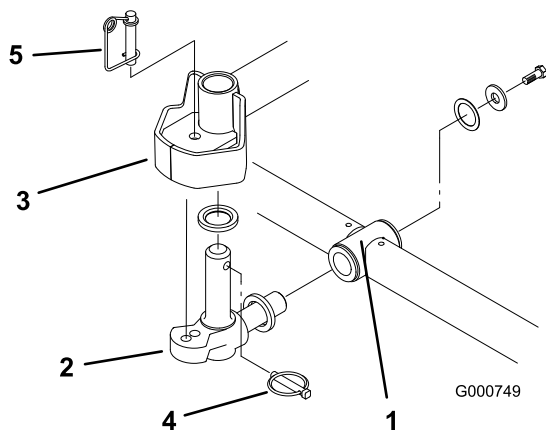

Figure 5
6. Montez une rondelle de butée sur l'axe horizontal du pivot comme illustré à la (Figure 5).
7. Insérez l'axe horizontal du pivot dans le tube de montage du bâti porteur (Figure 5).
8. Fixez le pivot au bâti porteur avec une rondelle de butée, une rondelle plate et une vis à embase (Figure 5).
9. Insérez une rondelle de butée sur l'axe vertical du pivot (Figure 5).
10. S'il a été déposé, insérez l'axe vertical du pivot dans le moyeu de pivot du bras de relevage (Figure 5). Guidez le pivot en position, entre les deux amortisseurs de centrage en caoutchouc, dans le dessous de la plaque de direction du bras de relevage.
11. Insérez la goupille à anneau dans le trou transversal de l'axe de pivot (Figure 5).
Remarque: Si une position de plateau de coupe fixe est requise, insérez la goupille de blocage de direction dans le trou de fixation du pivot (Figure 5).
14. Accrochez le ressort autour du bas de la goupille de blocage de direction (Figure 5).